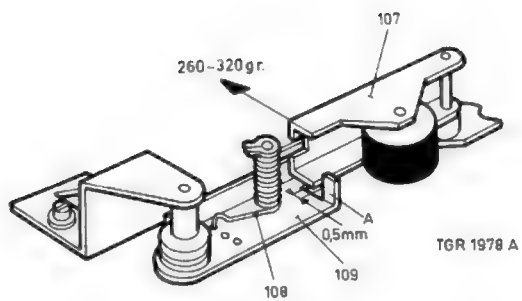

Fig. 14
### Controle van de aandrukkracht van de drukrol pos. 107, zie fig. 14